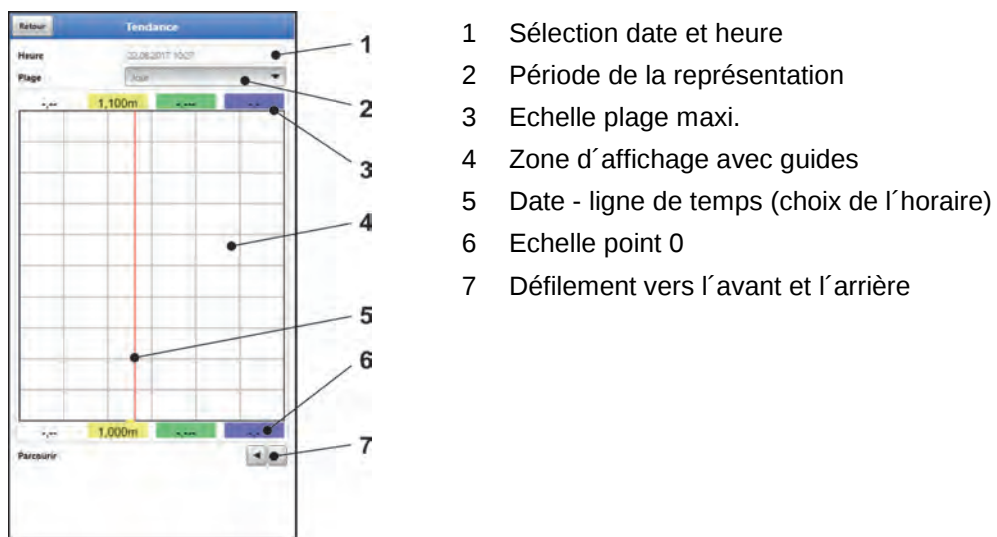
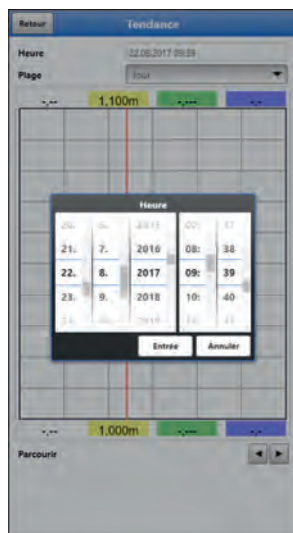

Fig. 37-2 Représentation affichage tendance
Fig. 37-3 Sélection date/heure
1. Sélectionnez la plage souhaitée (période d'affichage; Fig. 37-2 n° 2).
2. Si nécessaire, faites défiler vers l'avant et vers l'arrière à l'aide des flèches (Fig. 37-2 n° 7) pour le même réglage de base de l'affichage.
A l'ouverture du menu tendance, la date et l'heure actuelles sont affichées. Si des données de mesure historiques/une période précise doivent être affichées, configurez sélection date/heure (Fig. 37-2 n° 1). L'écran de sélection ci-dessous s'ouvre (Fig. 37-3). Si une date de début est sélectionnée, les données de mesure afférentes à cette période seront affichées (en fonction de la plage définie).